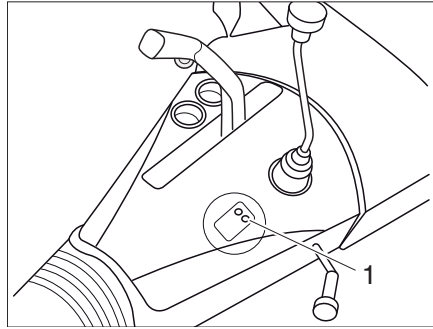

Fig. 3 LED dell'ATC (AL-KO Trailer Control)
- Collegare la pina dell'ATC al gancio di traino. Viene eseguito un autotest; il LED (Fig. 3,1) è acceso in rosso.
- Al termine dell'autotest il LED (Fig. 3,1) è acceso in verde e l'ATC è attivo. Se il LED non si accende in verde, l'ATC non funziona correttamente; vedi la tabella seguente.